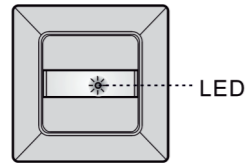

Bild 16
4.5.1.1 Die LED von McGuard ist hinter der Linse. (Siehe Bild 16)